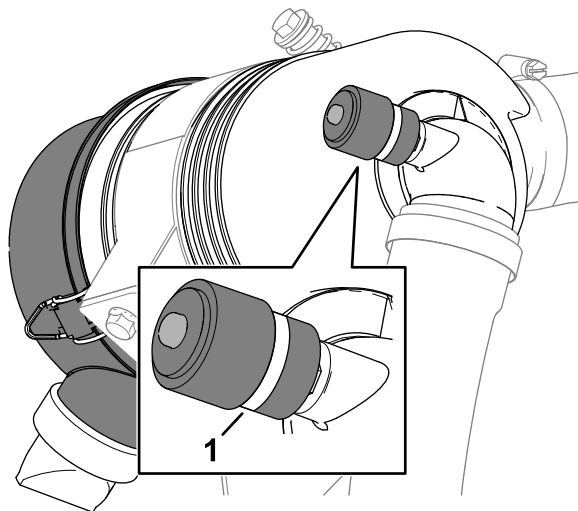

Bild 80
3. Überprüfen Sie die Wartungsanzeige am Ende des Luftfiltergehäuses (Bild 80).